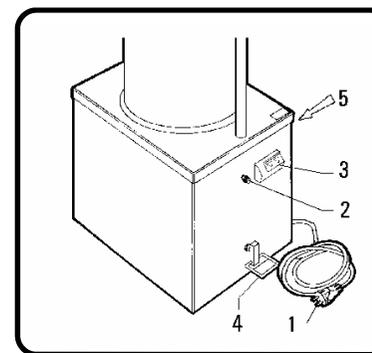

Fig. 5.1.1
- Premere il pulsante di avvio "3" (fig. 5.1.1).
Montare la spina (non fornita) da 16 A al cavo di alimentazione "1" della macchina (fig. 5.1.1) e collegarla ad una presa munita di interruttore differenziale di idonea portata posta a monte.
1. togliere il carter posteriore "5" fig. 5.1.1.
2. Mettere l'interruttore differenziale nella pos. "I", premere il pulsante di avvio "3" di fig. 5.1.1 quindi premere il pedale; nello stesso tempo verificare che il motore giri nel senso indicato dalla freccia collocata sul motore elettrico.
Con la macchina allacciata alla rete e dopo aver premuto il pulsante di avvio (fig. 5.1.1) premere il pedale e verificare il movimento del tampone nel cilindro. Portare il pedale nella posizione centrale ed accertarsi che il pistone si fermi.